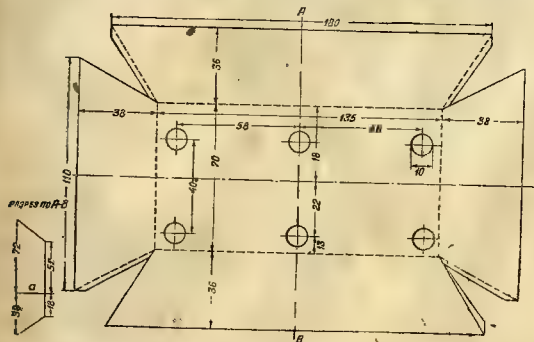

Рис. 4. Разметка софита
1. Софит. На рис. 4 приведена разметка софита. После переноса разметки на лист белой жести, надо сделать прорезы по сплошным линиям и согнуть по пунктирным линиям. В результате получится ящик, имеющий форму усеченной пирамиды. Такая форма ящика значительно уменьшает громкость шкалы.
Углы ящика пропаяются, затем впаивается жестяная перегородка *a* (рис. 4, разрез по *AB*) и с боков софита припаиваются ножки с таким расчетом, чтобы нижний обрез софита был расположен параллельно верхней панели шасси на расстоянии 17 мм.